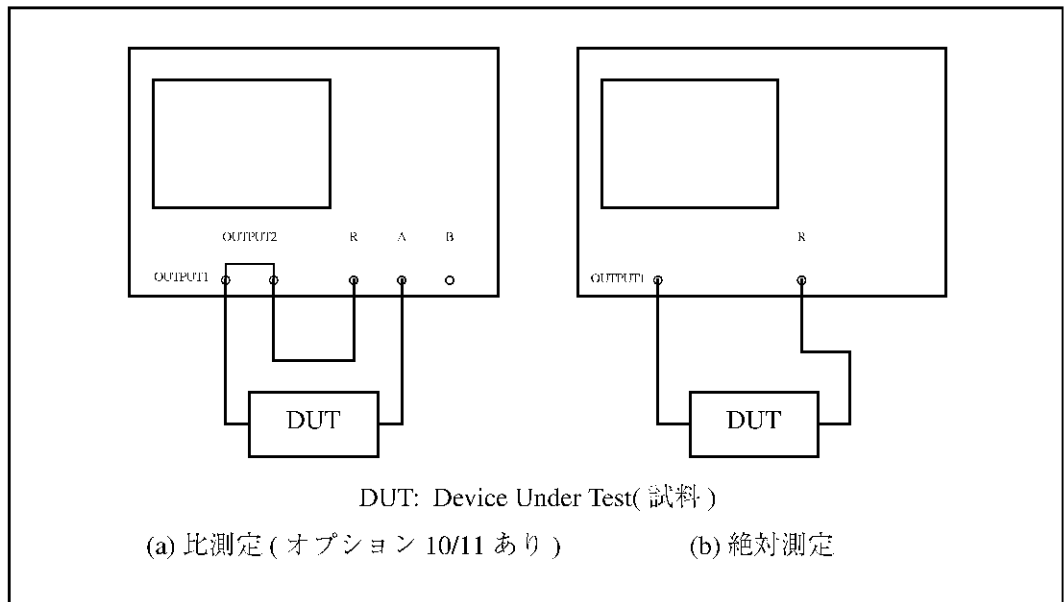

図 3-2 セットアップ (DUT の接続)
比測定を行う場合には、OUTPUT2 コネクタと A または B コネクタの間にフィルタを接続し、OUTPUT2 コネクタと R コネクタをケーブルで接続します (図 3-2(a))。
絶対測定を行う場合には、OUTPUT1 コネクタと R コネクタの間にフィルタを接続します (図 3-2(b))。
① セットアップ (フィルタ接続) およびプリセットを行います (3.1.2 項、図 3-2 を参照)。
② 測定フォーマットを、振幅 (対数表示) にします。
- ① セットアップ(フィルタ接続)およびプリセットを行います(3.1.2 項、図 3-2 を参照)。
- ② 測定フォーマットを位相表示にします。